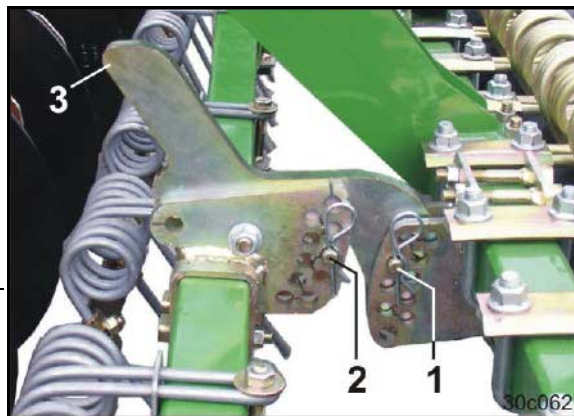

Fig. 90
2. Spænd grebet (Fig. 90/1) med prøvehandsvinget.
3. Sæt bolten (Fig. 90/2) i en boring under grebet.